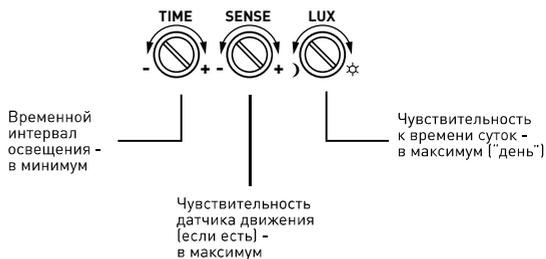

Рис.1. Начальные установки регулировок
- чувствительность датчика движения (радиус зоны чувствительности) - на максимум («+>») (см. рис.1),